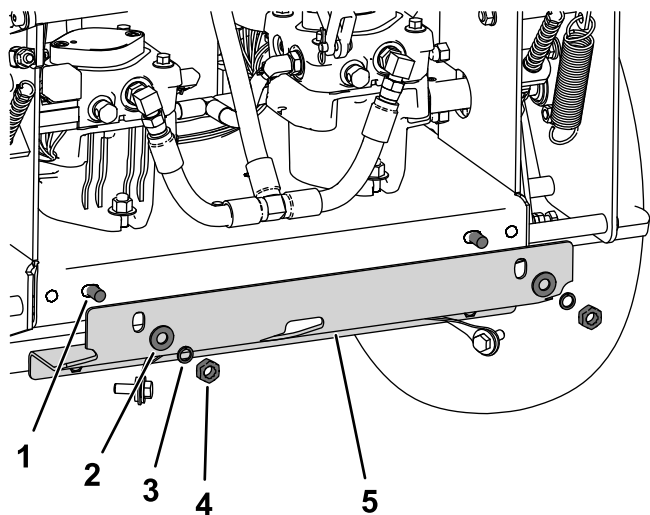

Bild 8
6. Mitteln Sie die Antriebsscheiben-Schutzvorrichtung mit zwei Schlossschrauben (M10 x 25 mm), schweren Scheiben (M10), Federscheiben und Muttern (M10) hinten am Motorrahmen aus, wie in Bild 8 dargestellt.